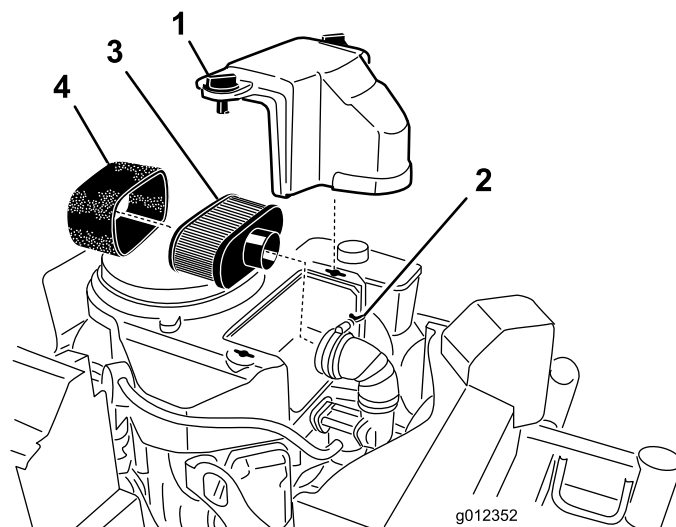

Figura 42
3. Limpie alrededor del limpiador de aire de forma que la suciedad no penetre en el motor y cause daños (Figura 42).
4. Desenrosque los pomos de la cubierta y retire la cubierta del limpiador de aire (Figura 42).
5. Desenrosque la abrazadera y retire el conjunto del limpiador de aire (Figura 42).
6. Retire cuidadosamente el filtro de gomaespuma del filtro de papel (Figura 42).